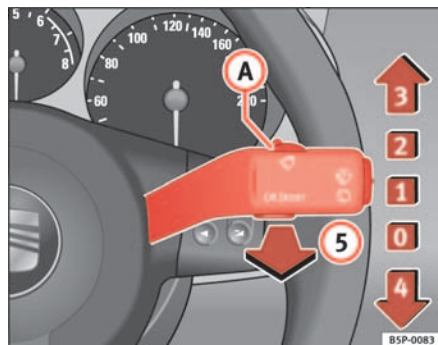

Fig. 84 Palanca del limpia-lavacristales
La palanca del limpiacristales ⇒ fig. 84 tiene las siguientes posiciones:
- Si se detiene el vehículo estando el limpiaparabrisas funcionando en la posición ② ⇒ **página 128, fig. 84** o en la posición ③, automáticamente comenzará a funcionar en una posición inferior. Si el vehículo reinicia la marcha, el limpiaparabrisas seguirá funcionando en la posición seleccionada originalmente